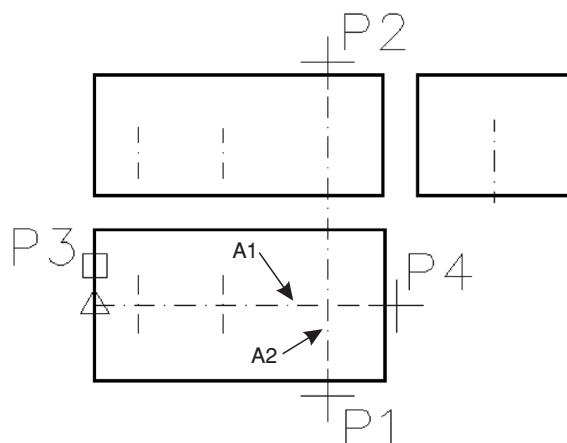

Fig. 6.5 Exercițiul 6.3 – pasul 2
- Pasul 2. Se setează stratul **Axe** ca strat curent. Se trasează axele de simetrie, ca în Fig. 6.5. De exemplu, pentru a trasa axele notate cu A1 și A2 în figură, dialogul este:
În mod asemănător, se trasează și celelalte axe, conform Fig. 6.5.